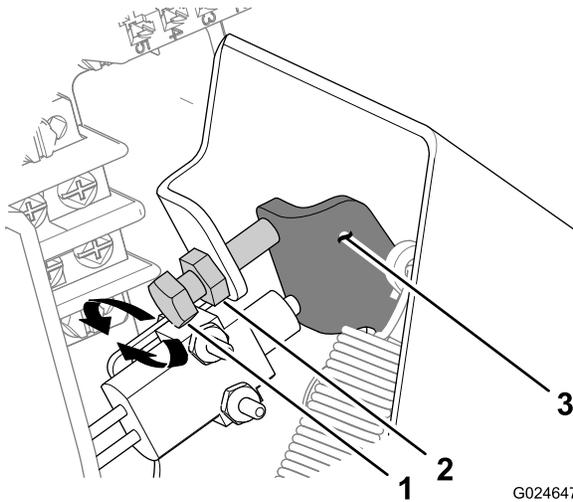

Figura 89
- A. Allentate il controdado che fissa il fermo del pedale dell'acceleratore (Figura 89).
- In senso orario per aumentare la corsa libera del pedale (Figura 89).
- In senso antiorario per diminuire la corsa libera del pedale (Figura 89).
- C. Serrate il controdado (Figura 89).
- D. Ripetete i passaggi da 1 a 4 per misurare la corsa libera del pedale (Figura 89).